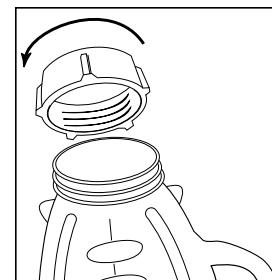

FIGURA 4
5. Junte hasta trabar el disco de fondo roscado con el aro. Coloque el aro sobre la cuchilla y el vaso. (Nota: Si hay ranuras en la parte superior del aro, alinéelas con las muescas del vaso.) Coloque el aro sobre el vaso y gire el disco con fondo roscado en sentido horario para apretar. (Figura 4)